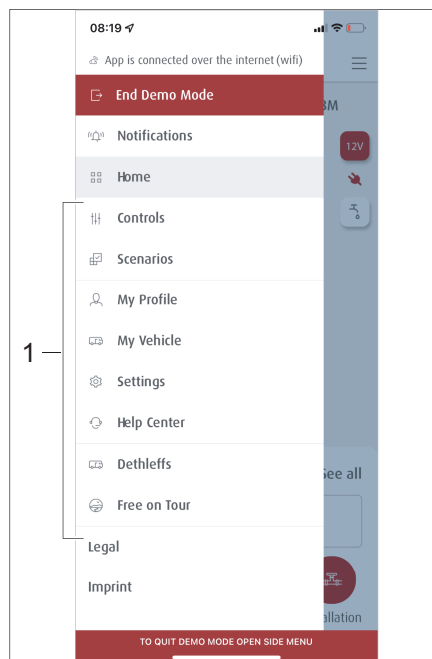

Fig. 301 Submenús
Se muestran los submenús (Fig. 301,1).
- Presionar en el área de menú *Escenarios* (Fig. 301,1).
- Seleccionar en los submenús (Fig. 301,1) el menú *Manejo*.
- Seleccionar en los submenús (Fig. 301,1) el menú *Mi vehículo*.